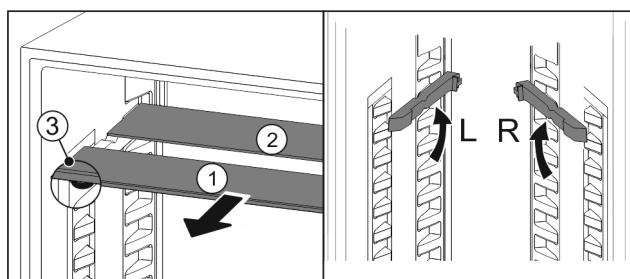

Fig. 125
- ▶ 将玻璃隔板逐个向前拉出 Fig. 125 (1)。
- ▷ 带装饰条的玻璃隔板 Fig. 125 (1) 在前。
- ▷ 阻挡装置 Fig. 125 (3) 指向下方。